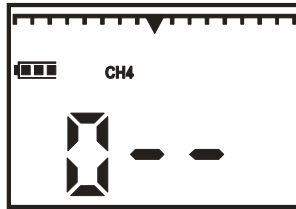

Рисунок 9.2
1) на воздухе, не содержащем горючих газов, перевести газоанализатор в режим "ПОДСТРОЙКА НУЛЯ". Для этого необходимо при нажатой кнопке "РЕЖИМ" включить газоанализатор. После появления на индикаторе надписи " 0 - - " отпустить кнопки (рисунок 9.2).
1) при нажатой кнопке "РЕЖИМ" включить газоанализатор. После появления на индикаторе надписи «0 - -» отпустить кнопки (рисунок 9.2);